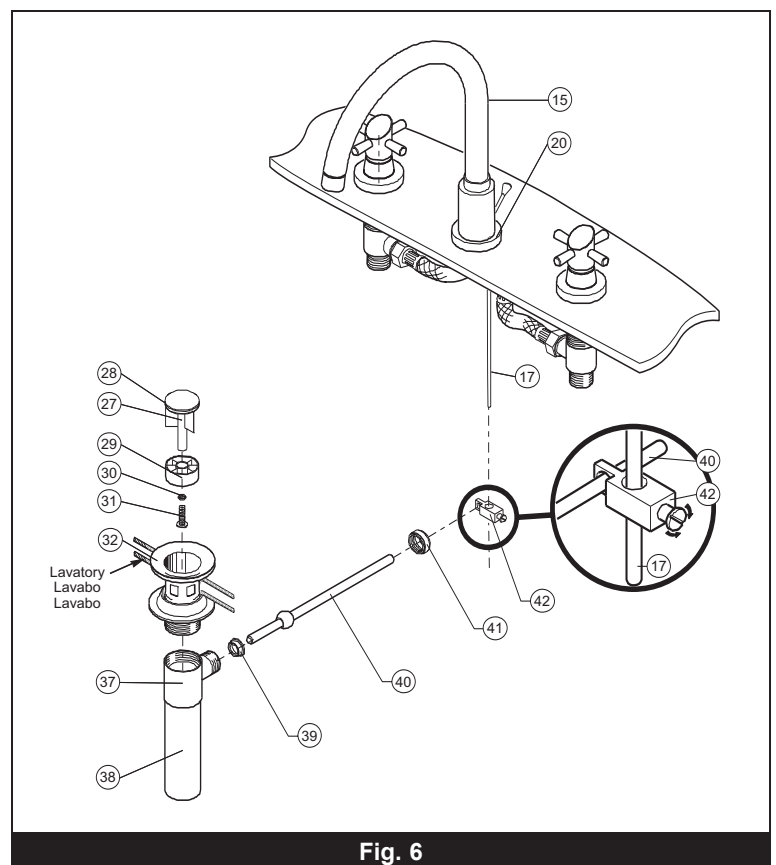

Fig. 6
Bring the union (42) together to the pivoting rod (40) and drain rod (17) and tighten. **Fig. 6**. Adjust so the drain stopper opens and closes effectively by screwing or unscrewing the drain screw and nut and by adjusting the height of the union on the rod.
Réunir l'union (42) (dans le sens illustré) à la tige pivotante (40) et à la tige du drain (17) puis visser **Fig. 6**. Ajuster de façon à ce que le bouchon du drain ouvre et ferme efficacement en vissant ou en dévissant la vis et l'écrou du bouchon du drain.
Juntar la unión (42) (en el sentido ilustrado) con la varilla pivotante (40) y con la varilla del desagüe (17), luego apretar **Fig. 6**. Ajustar de forma que el tapón del desagüe abra y cierre eficazmente, apretando o aflojando la tuerca del desagüe y ajustándolo a la altura de la unión con la varilla.